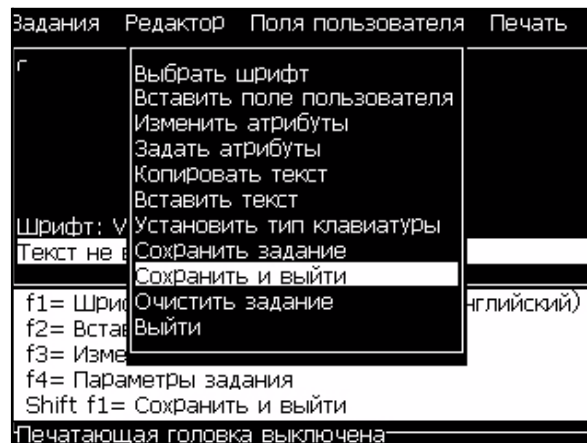

Рисунок 5-14: Опция “Save and Exit” (сохранить и выйти)
- Выберите опцию “Save and Exit” (сохранить и выйти) из меню “Editor” (редактор) (Рисунок 5-14)